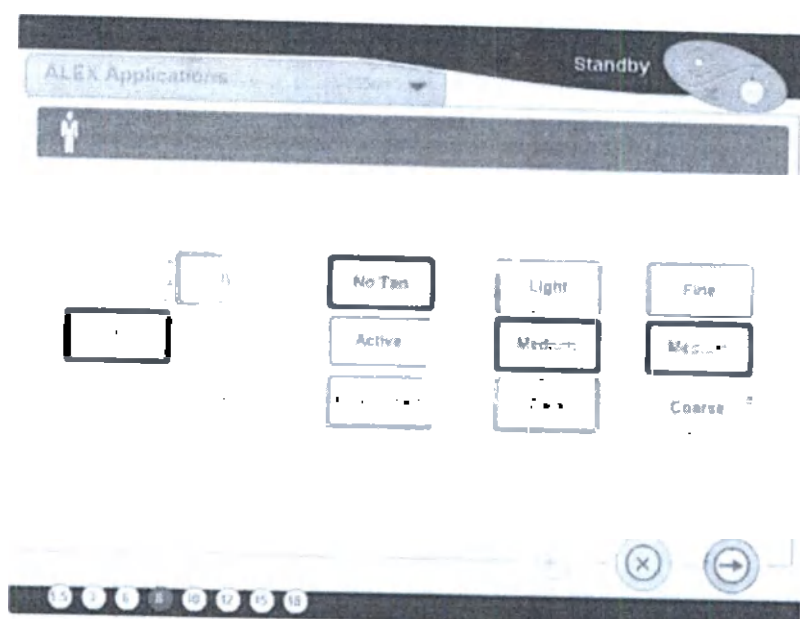

Рисунок 3-10: Пример Экрана Выберите Параметры для Удаления Волос
16. Выберите параметры на экрана Выберите Параметры. После этого выберите кнопку **стрелка направо**, чтобы продолжить. **Рисунок 3-10** показывает пример экрана Выберите Параметры. В **Таблице 3-5** представлен список параметров, сформированный для каждого приложения.